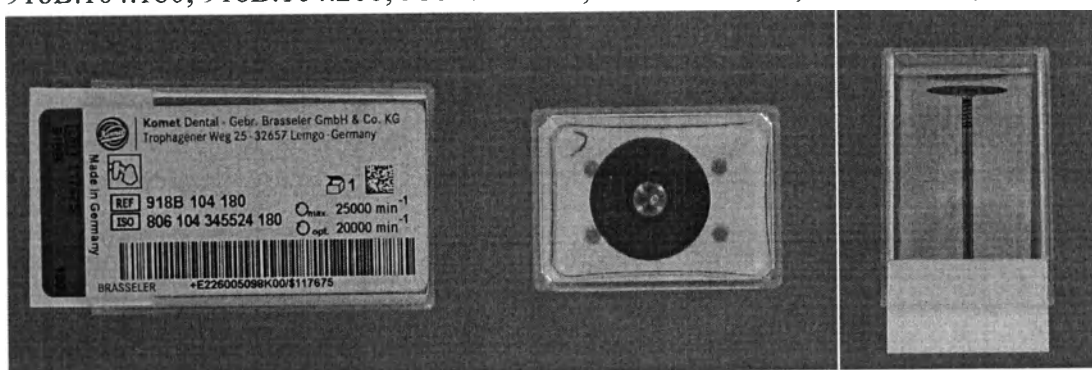

Рис.8
- С полным алмазным покрытием обеих сторон рабочей части (Рис.8)